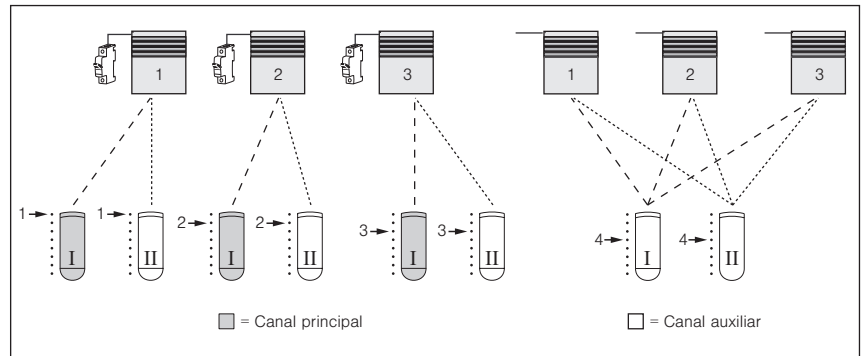

Fig. 51 Se quieren operar tres persianas enrollables (que se pueden desconectar por separado) utilizando dos emisores manuales de 8 canales.
**Programar el canal 3 del emisor manual (I) como canal principal:** seleccione el canal 3, pulse el botón de programación y no lo suelte hasta que la persiana enrollable 3 se mueva una vez.
**El modo de programación finalizará automáticamente.** El canal 1 se convertirá en el canal principal de la persiana enrollable 3. **Resultado:** la persiana enrollable 3 ahora se podrá utilizar con el canal 3 del emisor manual (I).
Ahora se pueden operar las persianas enrollables por separado con los canales 1, 2 y 3 de los dos emisores manuales (los canales principales se han programado con el emisor manual (I)), véase la Fig. 51. Pulse el botón de programación con el canal principal correspondiente activado para iniciar el modo de programación del receptor pertinente sin necesidad de ejecutar la operación de encendido y programar un canal auxiliar. Si se programa el mismo canal auxiliar para todos los receptores (p.ej. el canal 4), todas las persianas enrollables se podrán utilizar como si fueran un grupo mediante el canal 4 y se podrán utilizar por separado a través de los canales principales respectivos. El siguiente paso es programar el canal 4 del emisor manual (I) como canal auxiliar.
**Activar el modo de programación del receptor 3:** coja el emisor manual (I), seleccione el canal 3, pulse el botón de programación y no lo suelte hasta que la persiana enrollable 3 se mueva una vez.
**Programar el canal 4 del emisor manual (I) como canal auxiliar:** seleccione el canal 4, pulse el botón de programación y no lo suelte hasta que la persiana enrollable 3 se mueva una vez. El canal 4 del emisor manual (I) será ahora un canal auxiliar de la persiana enrollable 3.
Ahora podrá operar las tres persianas enrollables de forma conjunta con el canal 4 del emisor manual (I). El siguiente paso es programar los canales auxiliares del emisor manual (II). Para ello debe tener mucho cuidado de activar el modo de programación siempre con el canal principal (en nuestro ejemplo los canales principales están en el emisor manual (I)), véase la Fig. 51, izquierda.